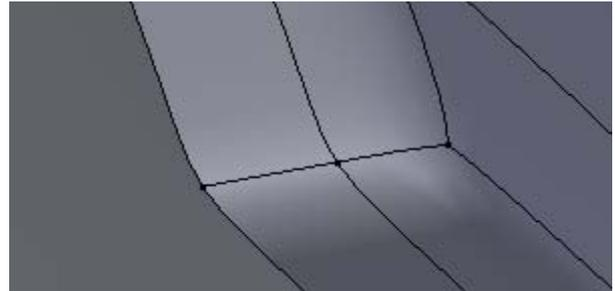

Figura 4.128
8. Seleccione todos os vértices e elimine os duplicados, [A] > [W] > [4], figura 4.128.